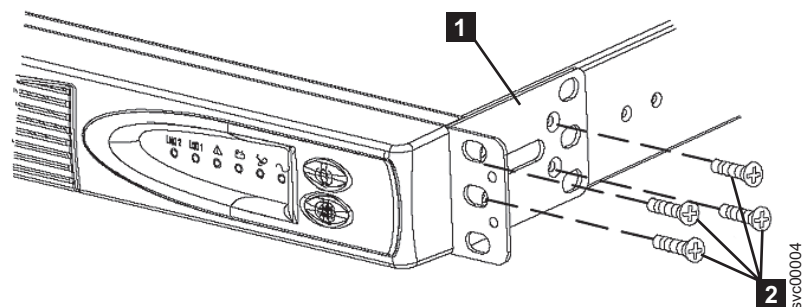

図 121. 2145 UPS-1U 取り付け金具
2. 2145 UPS-1U のそれぞれの側で、マウント・ブラケットの長いほうの側を 2145 UPS-1U に取り付けます。その場合、提供された 4 個の M3 × 6 ねじを使用します。333 ページの図 121 の **2** を参照してください。